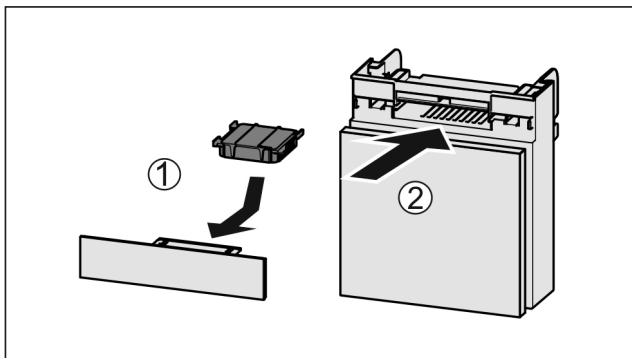

Fig. 49
- ▶ Actiefkoolfilter overeenkomstig afbeelding aanbrengen Fig. 49 (1).
- ▶ Lade erin schuiven Fig. 49 (2).